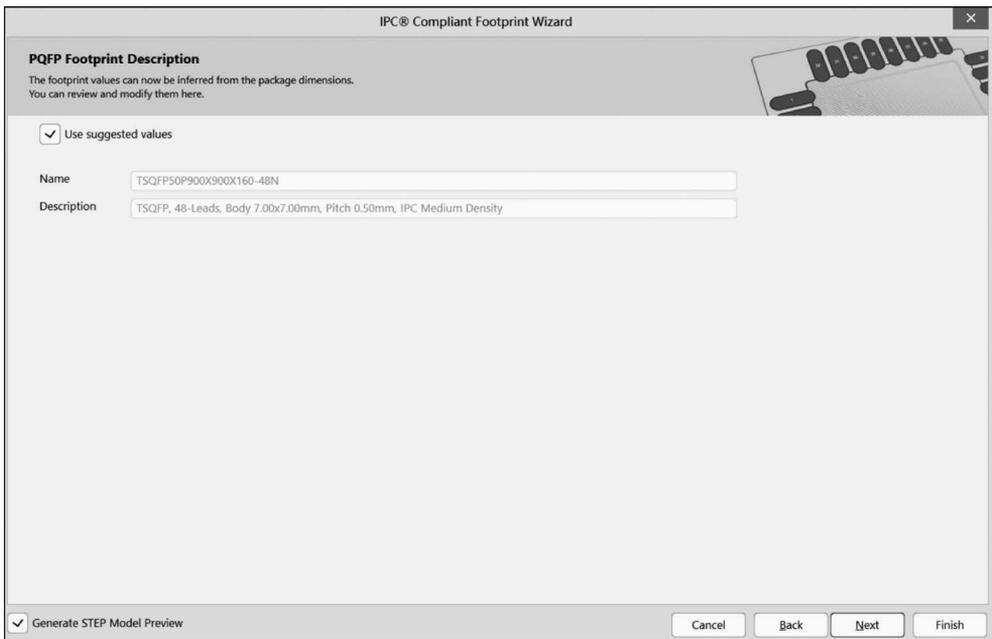

图 3-66 封装描述设置
(13) 单击 Next 按钮进入 Footprint Description(封装描述)设置界面,如图 3-66 所示。Name 项设置封装名称,Description 项设置封装描述。